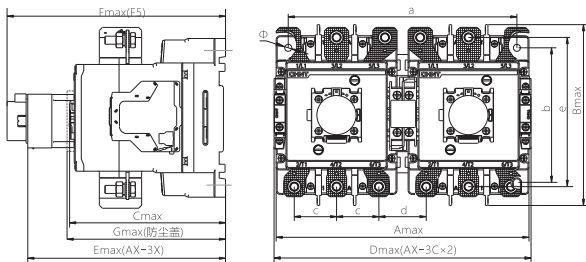
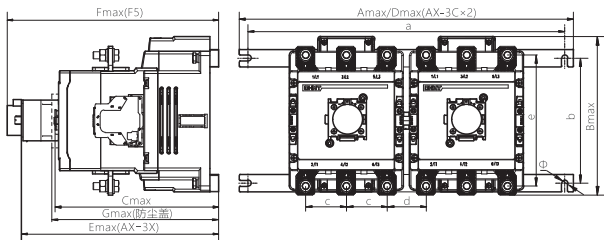

图2 NXC-120/N~225/N交流接触器外形与安装示意
图3 NXC-265/N~630/N交流接触器外形与安装示意
2.2 NXC-120/N~630/N可逆交流接触器安装尺寸、外形尺寸, 见图2、图3及表3, 型号规格重量见箱贴。